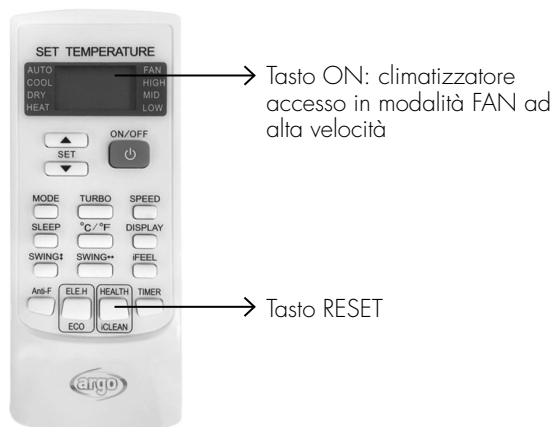

Fig.4
- Direzionare il telecomando verso il display dell'unità interna, quindi premere il pulsante "HEALTH" per 8 volte; seguirà un "beep" per due volte, ad indicare che il reset corretto (Fig.4).